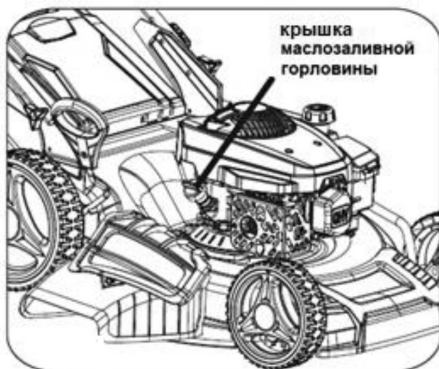

Рис. 11
2. Откройте крышку маслосазливной горловины и извлеките масляный щуп (Рис. 11).